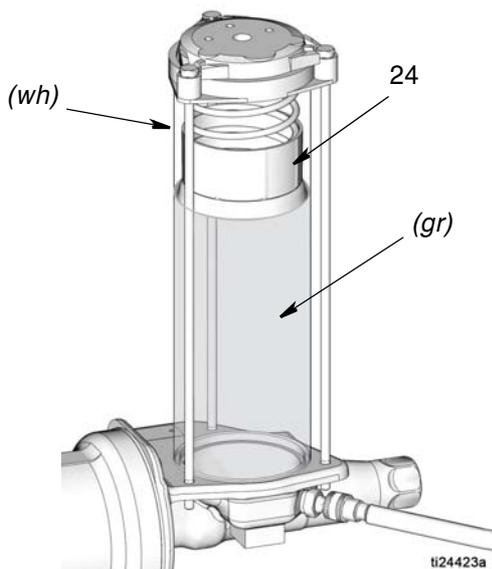

FIG. 5
3. Dispense grasa lentamente desde la bomba de llenado hasta el depósito hasta que la grasa del depósito levante el plato seguidor (24) por encima del orificio de escape (wh) del depósito y comience a salir grasa por el orificio de escape (wh) y salga aire del interior del depósito (FIG. 5).
NOTA: El orificio de escape (*wh*) se encuentra situado en el lado trasero del depósito y no puede verse en FIG. 5. La ubicación aproximada del orificio de escape se identifica como *wh* en la figura.